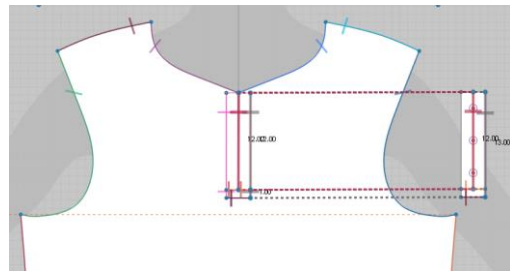

图 4-2-11 门襟缝合
② 选择 2D 视窗工具栏中“（自由缝纫）”工具，分别单击门襟右侧边线端点，再分别单击前片衣身左侧开口处对应缝合线端点，设置对应缝合；分别单击门襟中线端点，再分别单击前片衣身左侧开口处对应缝合线端点，完成底襟与衣身缝合设置，如图 4-2-11 所示。